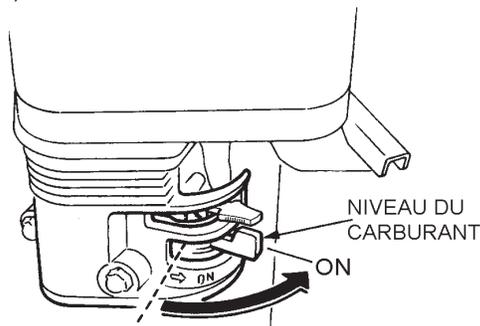

Figure 7. Robinet d'essence (position ouvert)
1. Régler le **robinet d'essence** (figure 7) à la position « **ON** » (OUVERT).